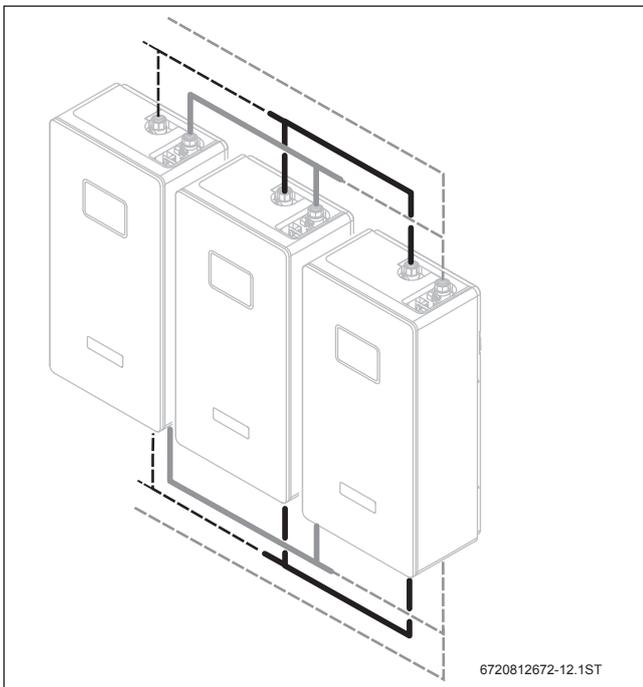

Bild 157 Beispiel: FS120/3 (N) mit Verrohrungsset (Tichelmann-Prinzip)
Zur Verbindung der Kaskadenstationen Logalux FS54/3 (N) bzw. FS80/3 (N) ist ein Verrohrungsset erhältlich. Dieses Set macht eine einfache Verbindung bei der Stationen möglich. Die Anschlussseite kann frei gewählt werden. Bei 3er- oder 4er- Kaskaden kann das Verrohrungsset mit einer zusätzlichen bauseitigen Verrohrung (gestrichelt dargestellt) verwendet werden (→ Bild 157, 158 und 159).